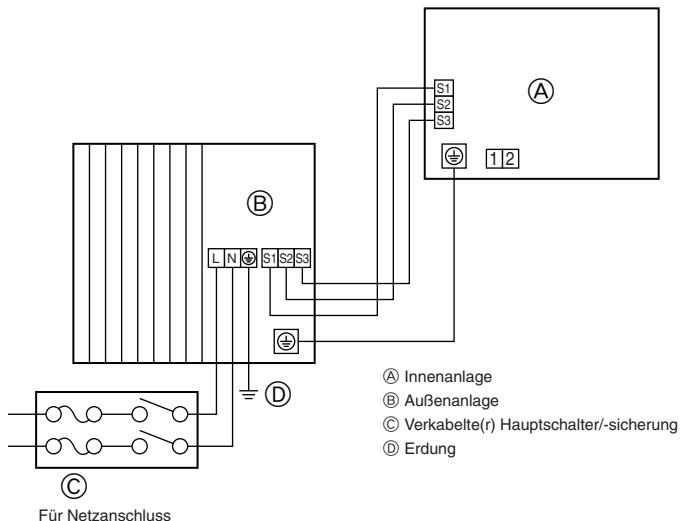
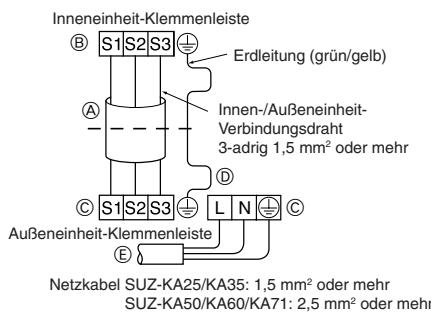
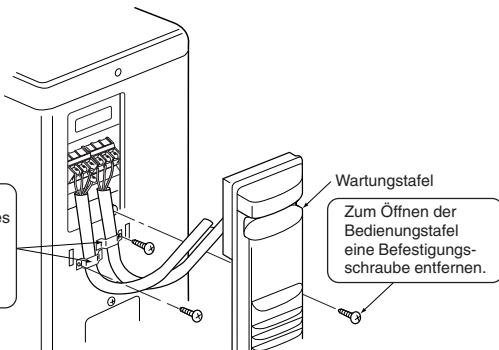
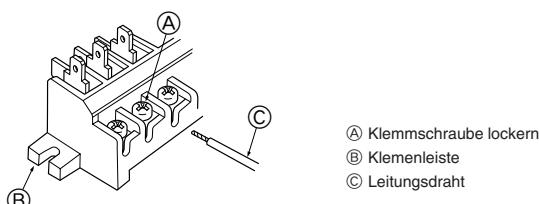

Fig. 6-1
Fig. 6-2
Fig. 6-3
Fig. 6-4
6.1. Außeneinheit (Fig. 6-1, Fig. 6-2, Fig. 6-3, Fig. 6-4)
- ① Die Wartungstafel entfernen.
- Verdrahtung wie in der Abbildung links unten dargestellt vornehmen. (Kabel ist vor Ort zu beschaffen) (Fig. 6-2)
- Sorgfältig darauf achten, Fehlverdrahtung zu verhindern. (Fig. 6-4)